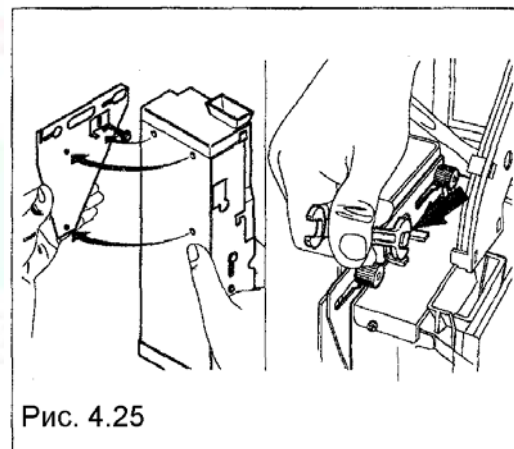

Рис. 4.25
- Прикрепите монетный механизм к скобам крепления (рис. 4.25)